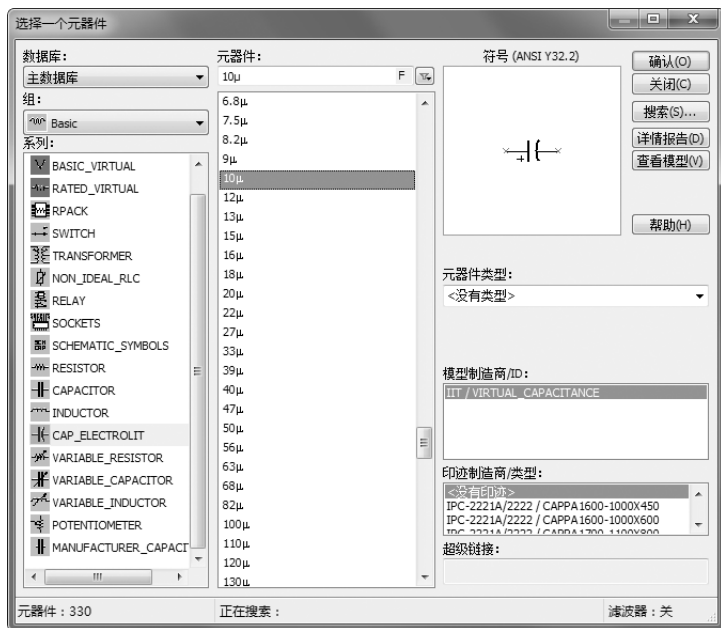
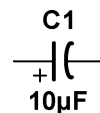

图 5-79 选择极性电容
图 5-80 放置极性电容
6) 按〈Esc〉键，返回“选择一个元器件”对话框，选择“CAP_ELECTROLIT”系列下的不同参数值极性电容元器件，如图 5-79 所示，双击对应参数值的元器件，放置到原理图中，如图 5-80 所示。